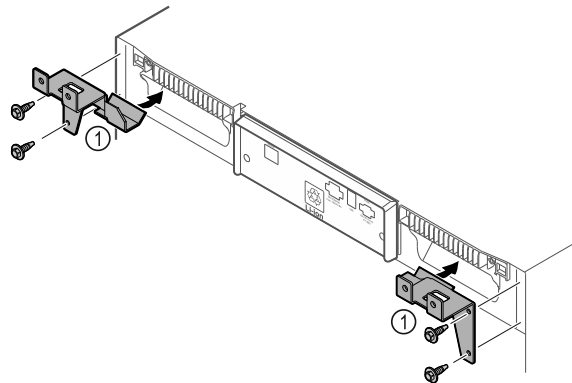

Fig. 12
- ▶ Montirajte pridržne dijelove Fig. 12 (1) s pomoću samoureznih vijaka na uređaj.